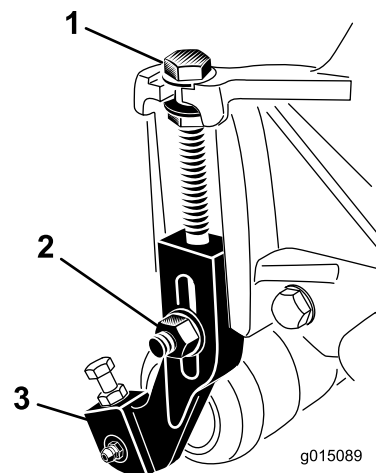

Figura 16
1. Allentate i dadi di bloccaggio che fissano le staffe dell'altezza di taglio sulle piastre laterali dell'apparato di taglio (Figura 16).